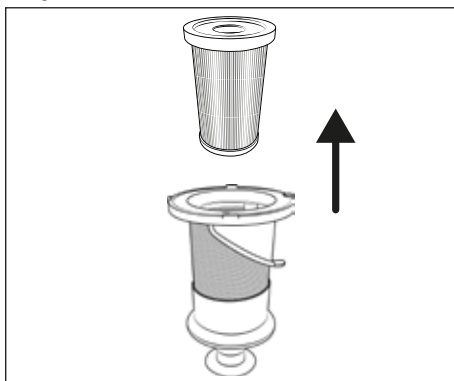

Fig. 20
- 3) Para retirar el filtro EPA ⑤ del filtro de acero inoxidable ⑥, agarre el filtro EPA ⑤ por el orificio y extráigalo del filtro de acero inoxidable ⑥ (consulte la fig. 20).